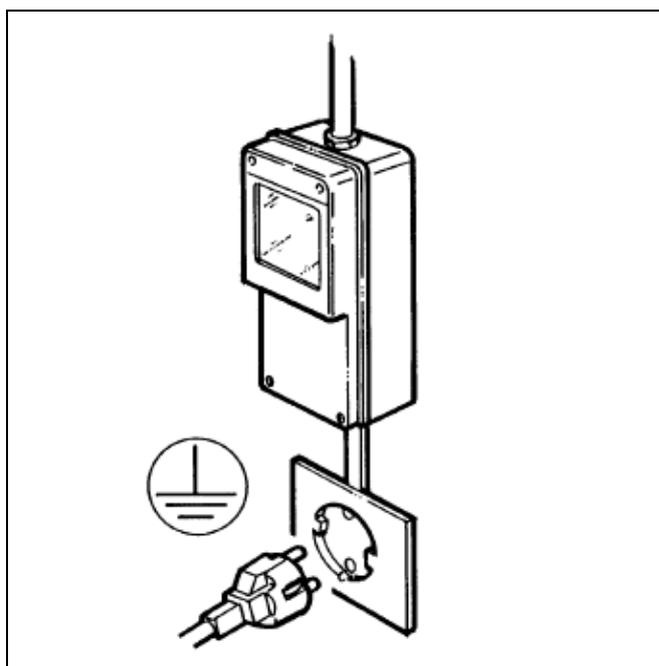

Fig. 20
**- Accertarsi che il collegamento sia effettuato ad un impianto dotato di un efficace messa a terra come previsto dalle vigenti normative di sicurezza (fig.20). Il costruttore non può essere quindi considerato responsabile per eventuali danni causati dalla mancata messa a terra dell' impianto.**
**- E' indispensabile, per una corretta e sicura installazione, predisporre un'apposita presa comandata da un interruttore magnetotermico con distanza d'apertura dei contatti uguale o superiore a 3mm, conforme alle vigenti normative nazionali di sicurezza (fig.20).**